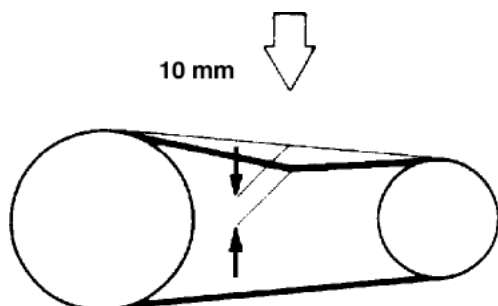

Рис.40. Проверка натяжения ремня
- Наилучшим натяжением для ременного привода является самое слабое, какое возможно, при этом ремень при полной нагрузке не проскальзывает. Грубая оценка такого натяжения – прогиб ремня на **10 мм** при надавливании на него пальцем между двумя шкивами (рис.40).
- Отрегулируйте положение двигателя, чтобы натяжение было правильным (Рис.40).